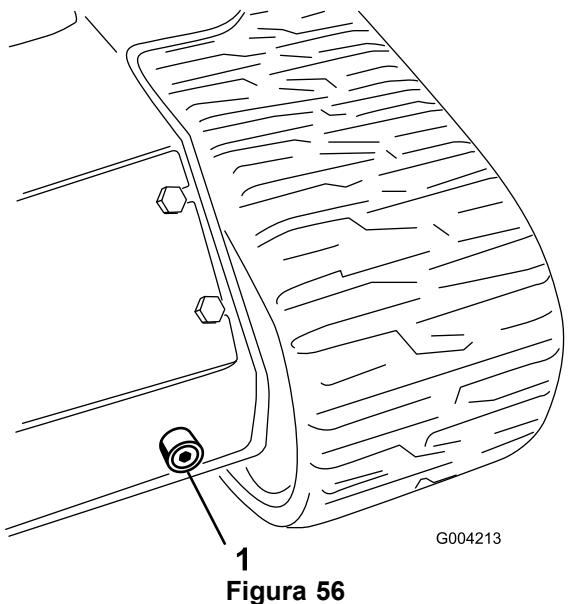

Figura 56
6. Collocare una bacinella di spurgo grande (capacità 56,8 litri) sotto il tappo di spurgo, nella parte anteriore del trattore (Figura 56).
7. togliere il tappo di spurgo e lasciare defluire l'olio nella bacinella (Figura 56).